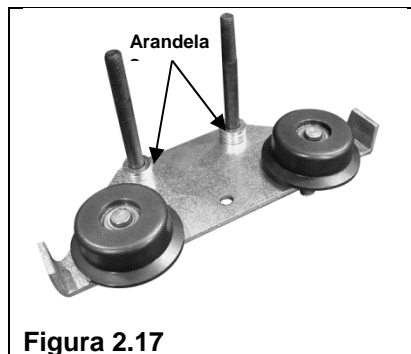

Figura 2.17
- Paso 2. Coloque el número de arandelas planas necesarias en los pernos, como se indica abajo (ver Figura 2.17).